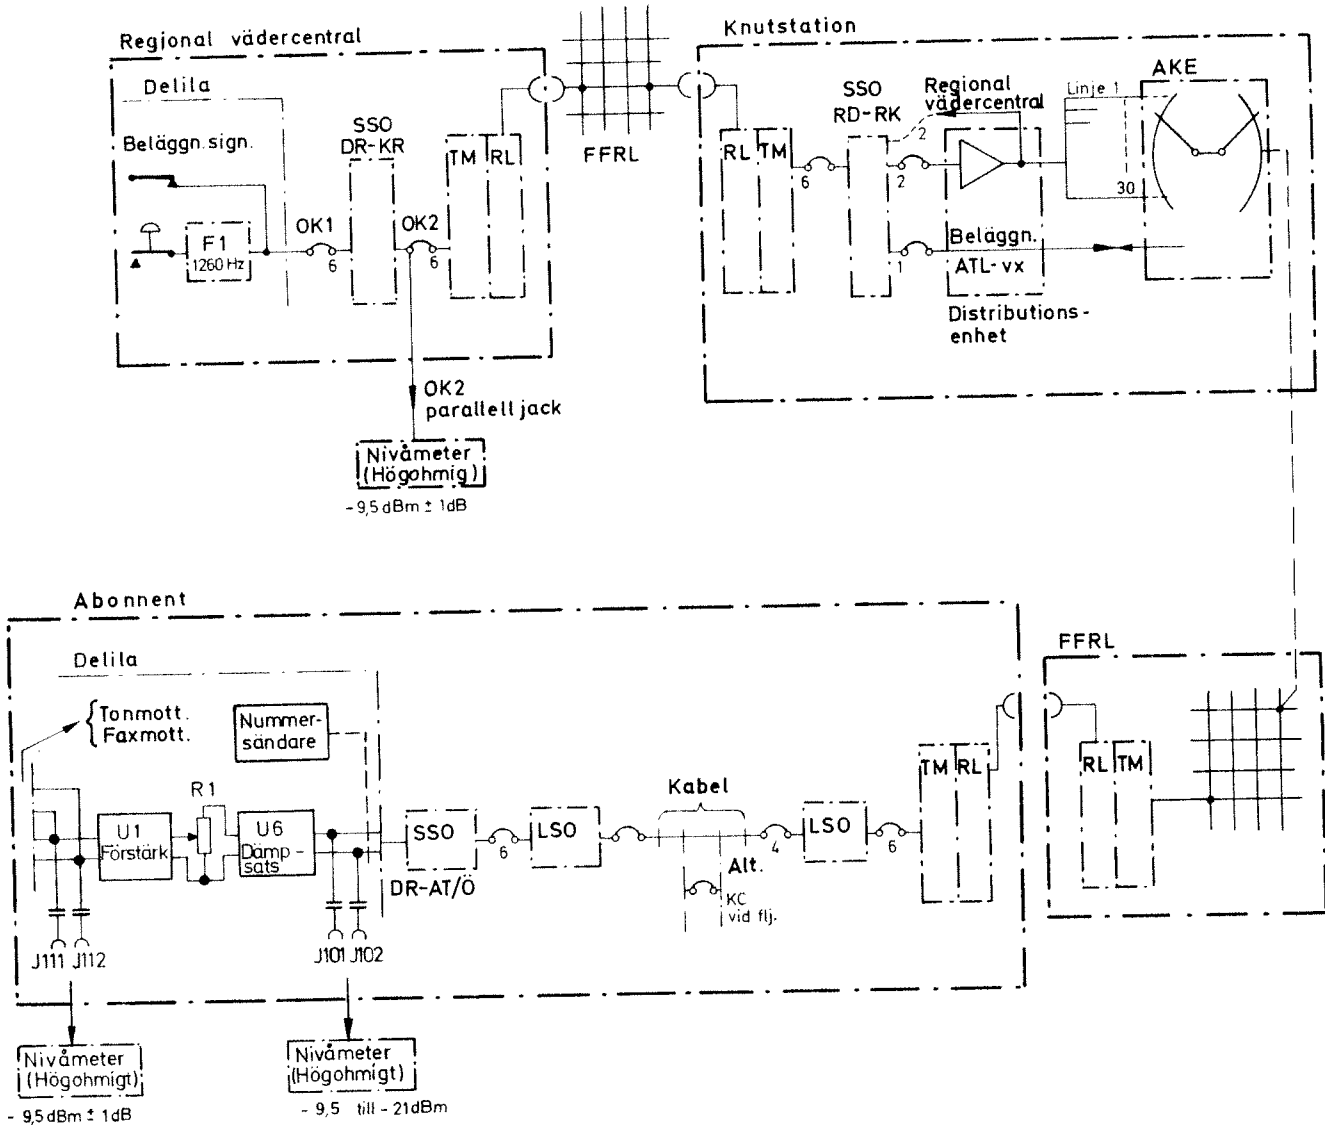

Bild 3 (se avsnitt 3.3.2)
3.3.2 Central-abonmentutrustningarna (se bild 3)